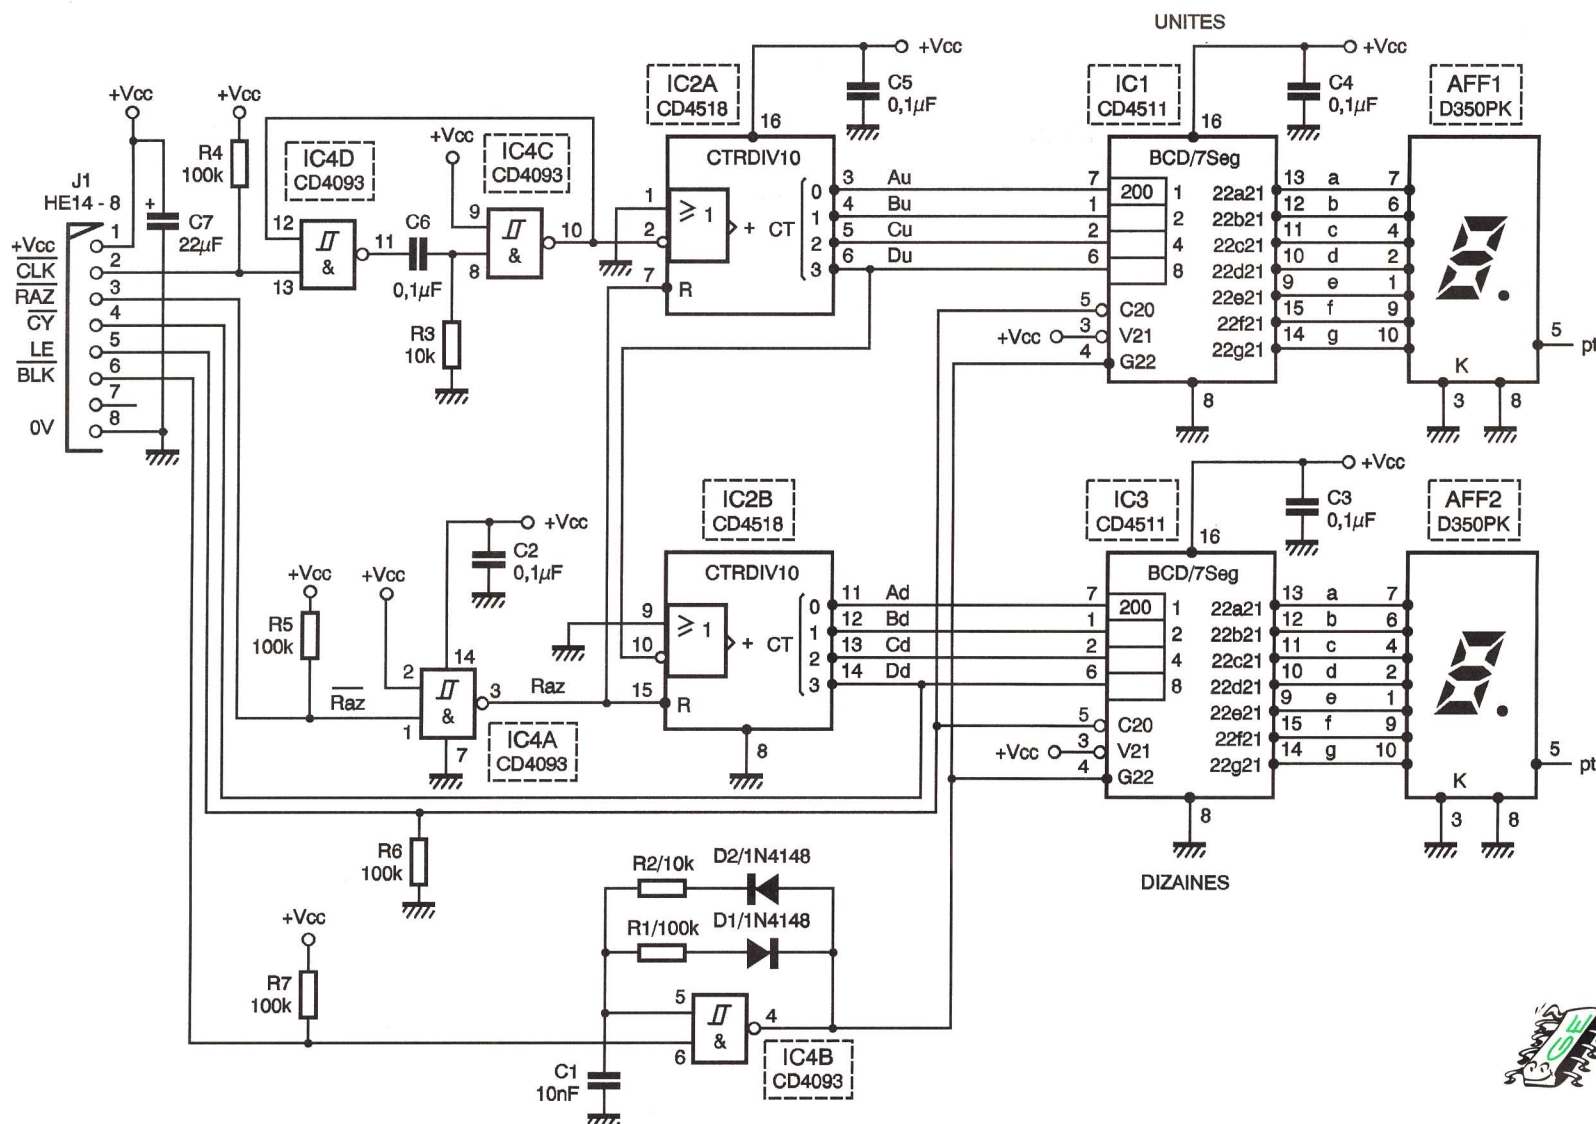

Fig 2
■ Schéma structurel (figure 2)